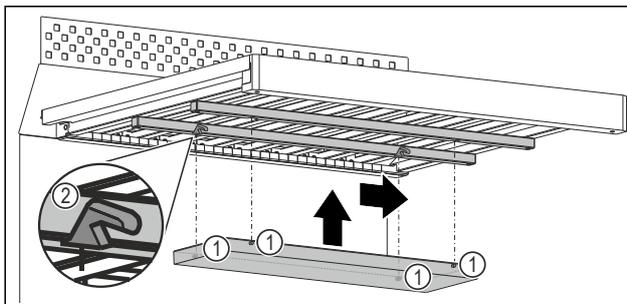

Fig. 97 Beispielhafte Darstellung
- ▶ Jeden Zapfen Fig. 97 (1) in die entsprechende Aussparung Fig. 97 (2) an den Leisten unter dem Holzrost einschieben.